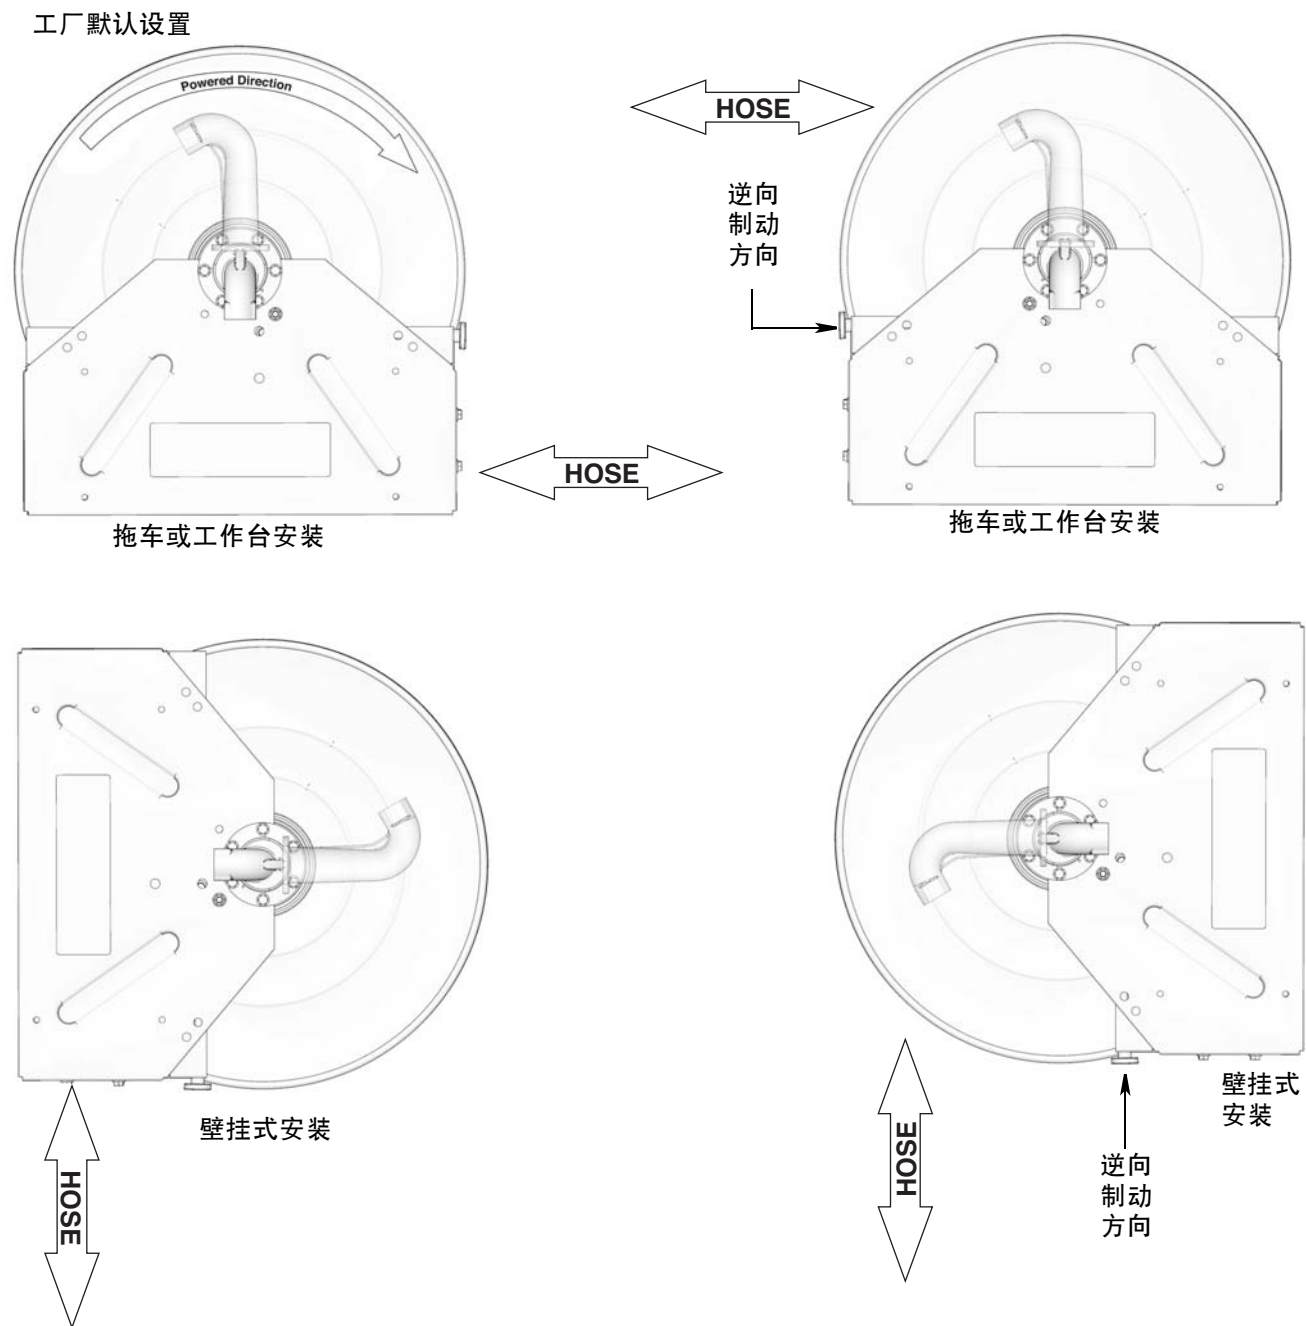
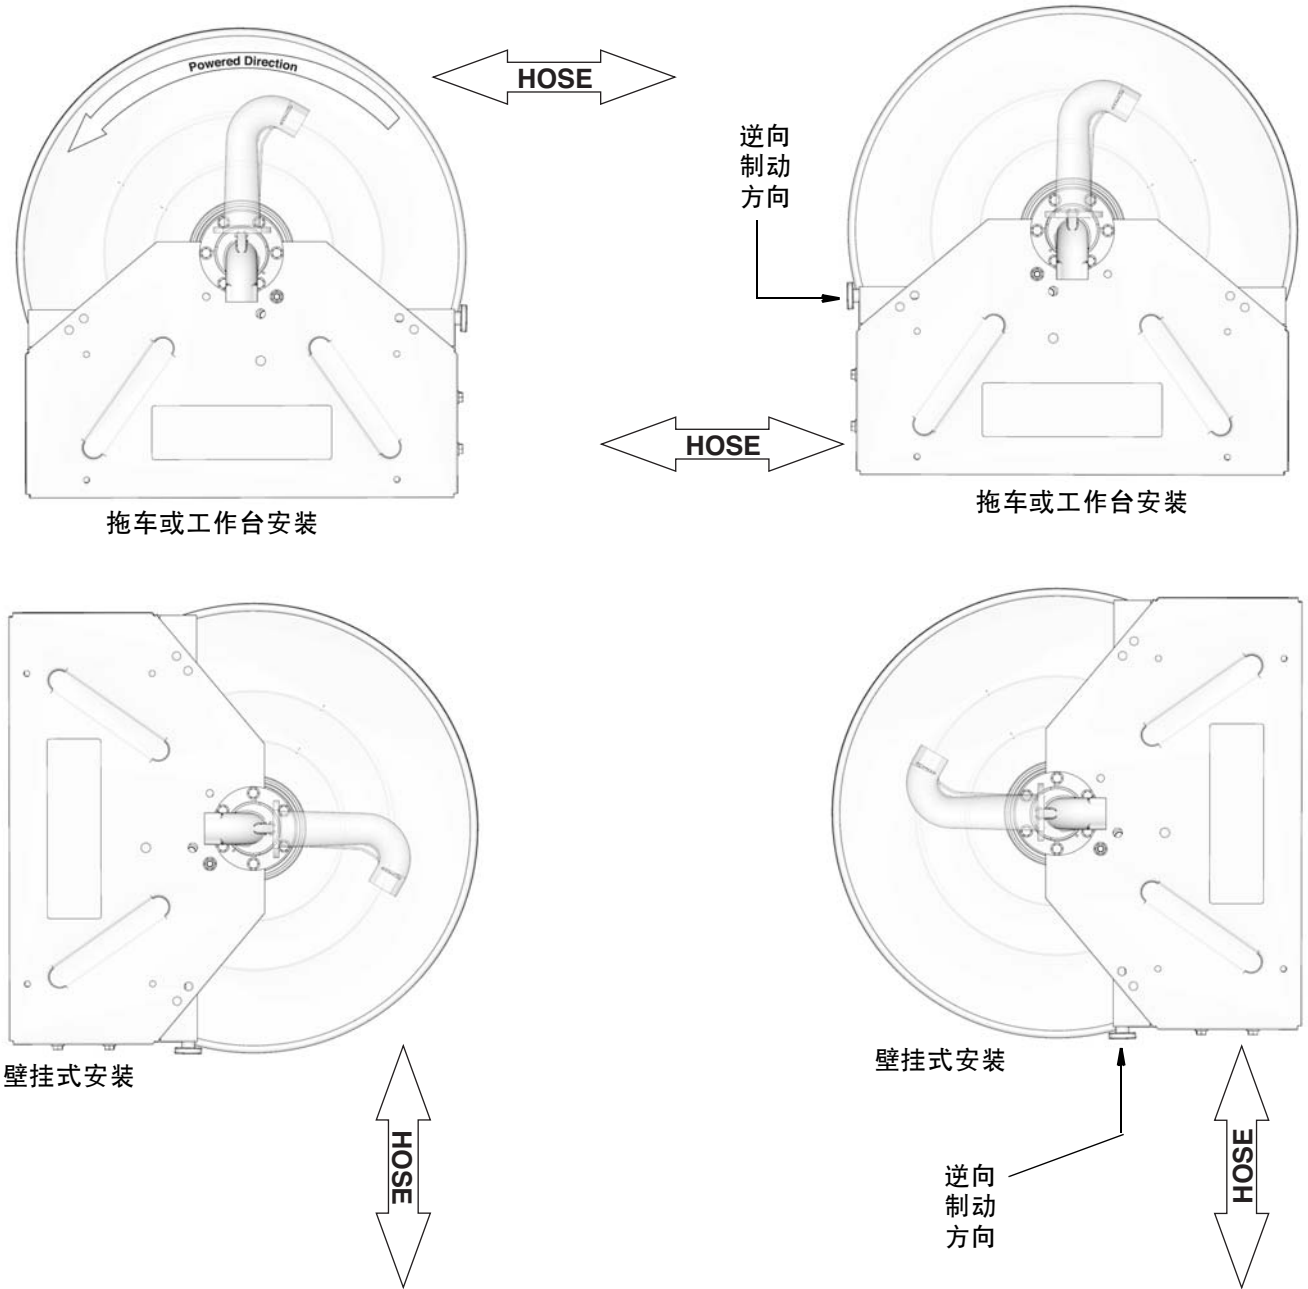

图 22: 所示入口侧
图 23: 所示入口侧
可按图 22- 图 23 中所示，更改出口 (17) 和马达 (26) 的旋转方向。
在图 22 所示的配置中，自卷盘马达一侧观察，马达接通电源后的旋转方向为逆时针。图 22 中所示的全部四种配置均配有出厂标准的马达旋转和出口方向。
在图 23 所示的配置中，自卷盘马达一侧观察，马达接通电源后的旋转方向为顺时针。图 23 中所所示的全部四种配置均要求马达 (26) 和出口 (17) 逆向。
3. 请为您的安装位置确定正确的出口 (17) 方向。请分别参见第 29 页的图 22 和第 30 页的图 23 中的“出口方向和马达旋转”部分内容。